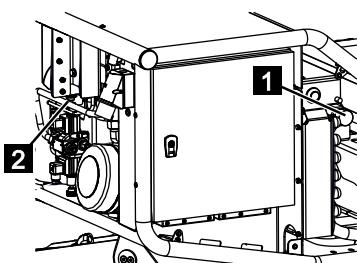

Abb. 204
5. Das Ventil [Stütze, Kette] (Abb.204/1) eindrücken und im Uhrzeigersinn verriegeln.
6. Das Ventil [LS] (Abb.204/2) im Uhrzeigersinn komplett eindrehen.